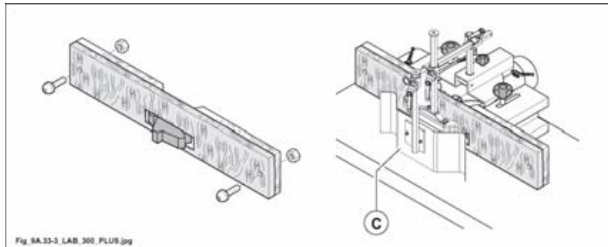

Fig. 9.33-3
Quando si eseguono lavori ripetitivi o di esecuzione particolare si consiglia di crearsi una controguida da fissare alla cuffia toupie, aprendola in corrispondenza dell'utensile. La controguida deve essere fissata ai due piani di appoggio mediante 2 viti testa bombata e 2 dadi M8 (fig. 9.33-3).
- posizionare il pressatore orizzontale (C fig. 9.33-3) in modo da proteggere l'operatore da eventuali proiezioni di schegge o parti di utensile.